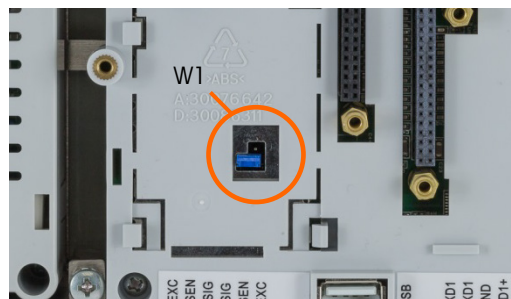
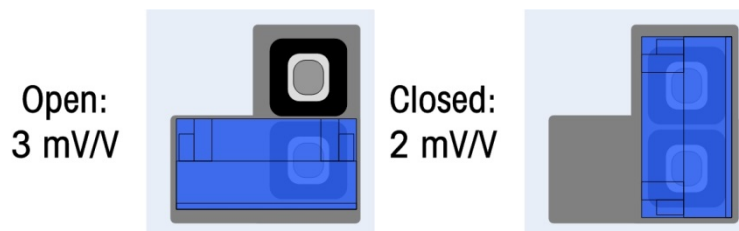

Figura 2-121: Posizione del ponticello Millivolt W1, PCB principale
Figura 2-122: Posizioni del ponticello millivolt W1
La versione IDNet della scheda principale IND570 non dispone di ponticelli. Sulla scheda principale della bilancia analogica IND570 (W1) c'è un ponticello. Questo ponticello seleziona il funzionamento di 2 mV/V o 3 mV/V del sistema di circuiti analogico. La posizione predefinita di fabbrica è 3 mV/V. Fare riferimento alla Figura 2-121 per la posizione del ponticello e alla Figura 2-122 per le sue impostazioni.
- Quando si rimuove il ponticello W1 per il funzionamento a 3 mV/V, riposizionarlo su uno dei pin, come illustrato in Figura 2-121 e a sinistra in Figura 2-122. Se il ponticello non è posizionato correttamente, il coperchio di plastica sulla scheda principale non si adatta in maniera corretta. In tal caso, non forzare il coperchio di plastica. Rimuovere il coperchio e posizionare il ponticello come illustrato.